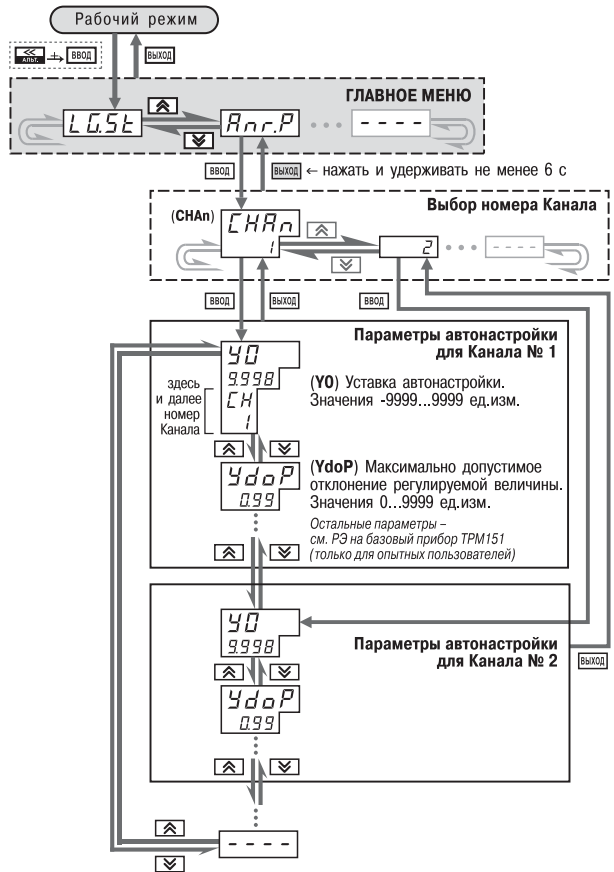

Рис. 46. Схема задания параметров Автонастройки с помощью кнопок на лицевой панели прибора
2. Установите в Конфигураторе (или с лицевой панели прибора, см. рис. 46) значения параметров автонастройки **Y0** и **YdoP** для выбранного Канала регулирования.